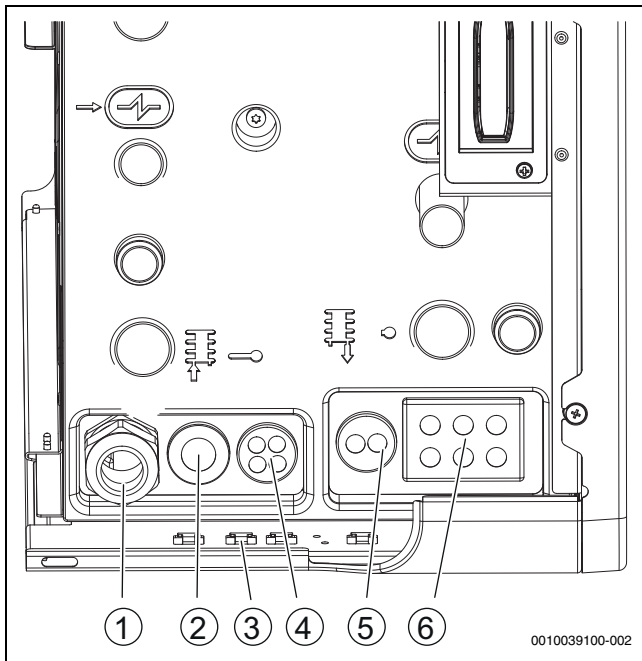

Bild 31 Kabeleinführungen der Inneneinheit
- Nach dem Einführen des Kabels die Kabelverschraubung festziehen (→ Abbildung 31 [1]).